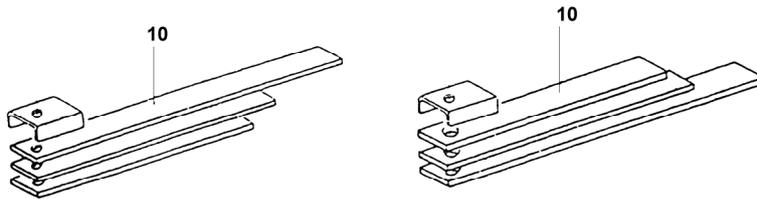

Bild 4
4. Montage der Blattfedern (Bild 4)
Bild 4 zeigt die Montage der Blattfedern (10) in Standardeinstellung, in Fahrtrichtung gesehen. Je nach Ausstattung kann die Montage variieren.